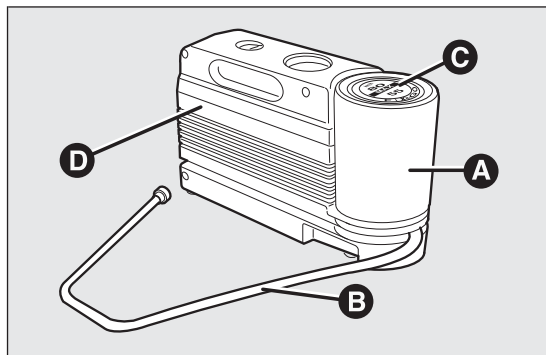

Abb. 102
Das Kit Abb. 102 beinhaltet:
- ☐ Einen Kompressor D Abb. 102 mit Manometer und Anschlüssen, der sich im Fach befindet;